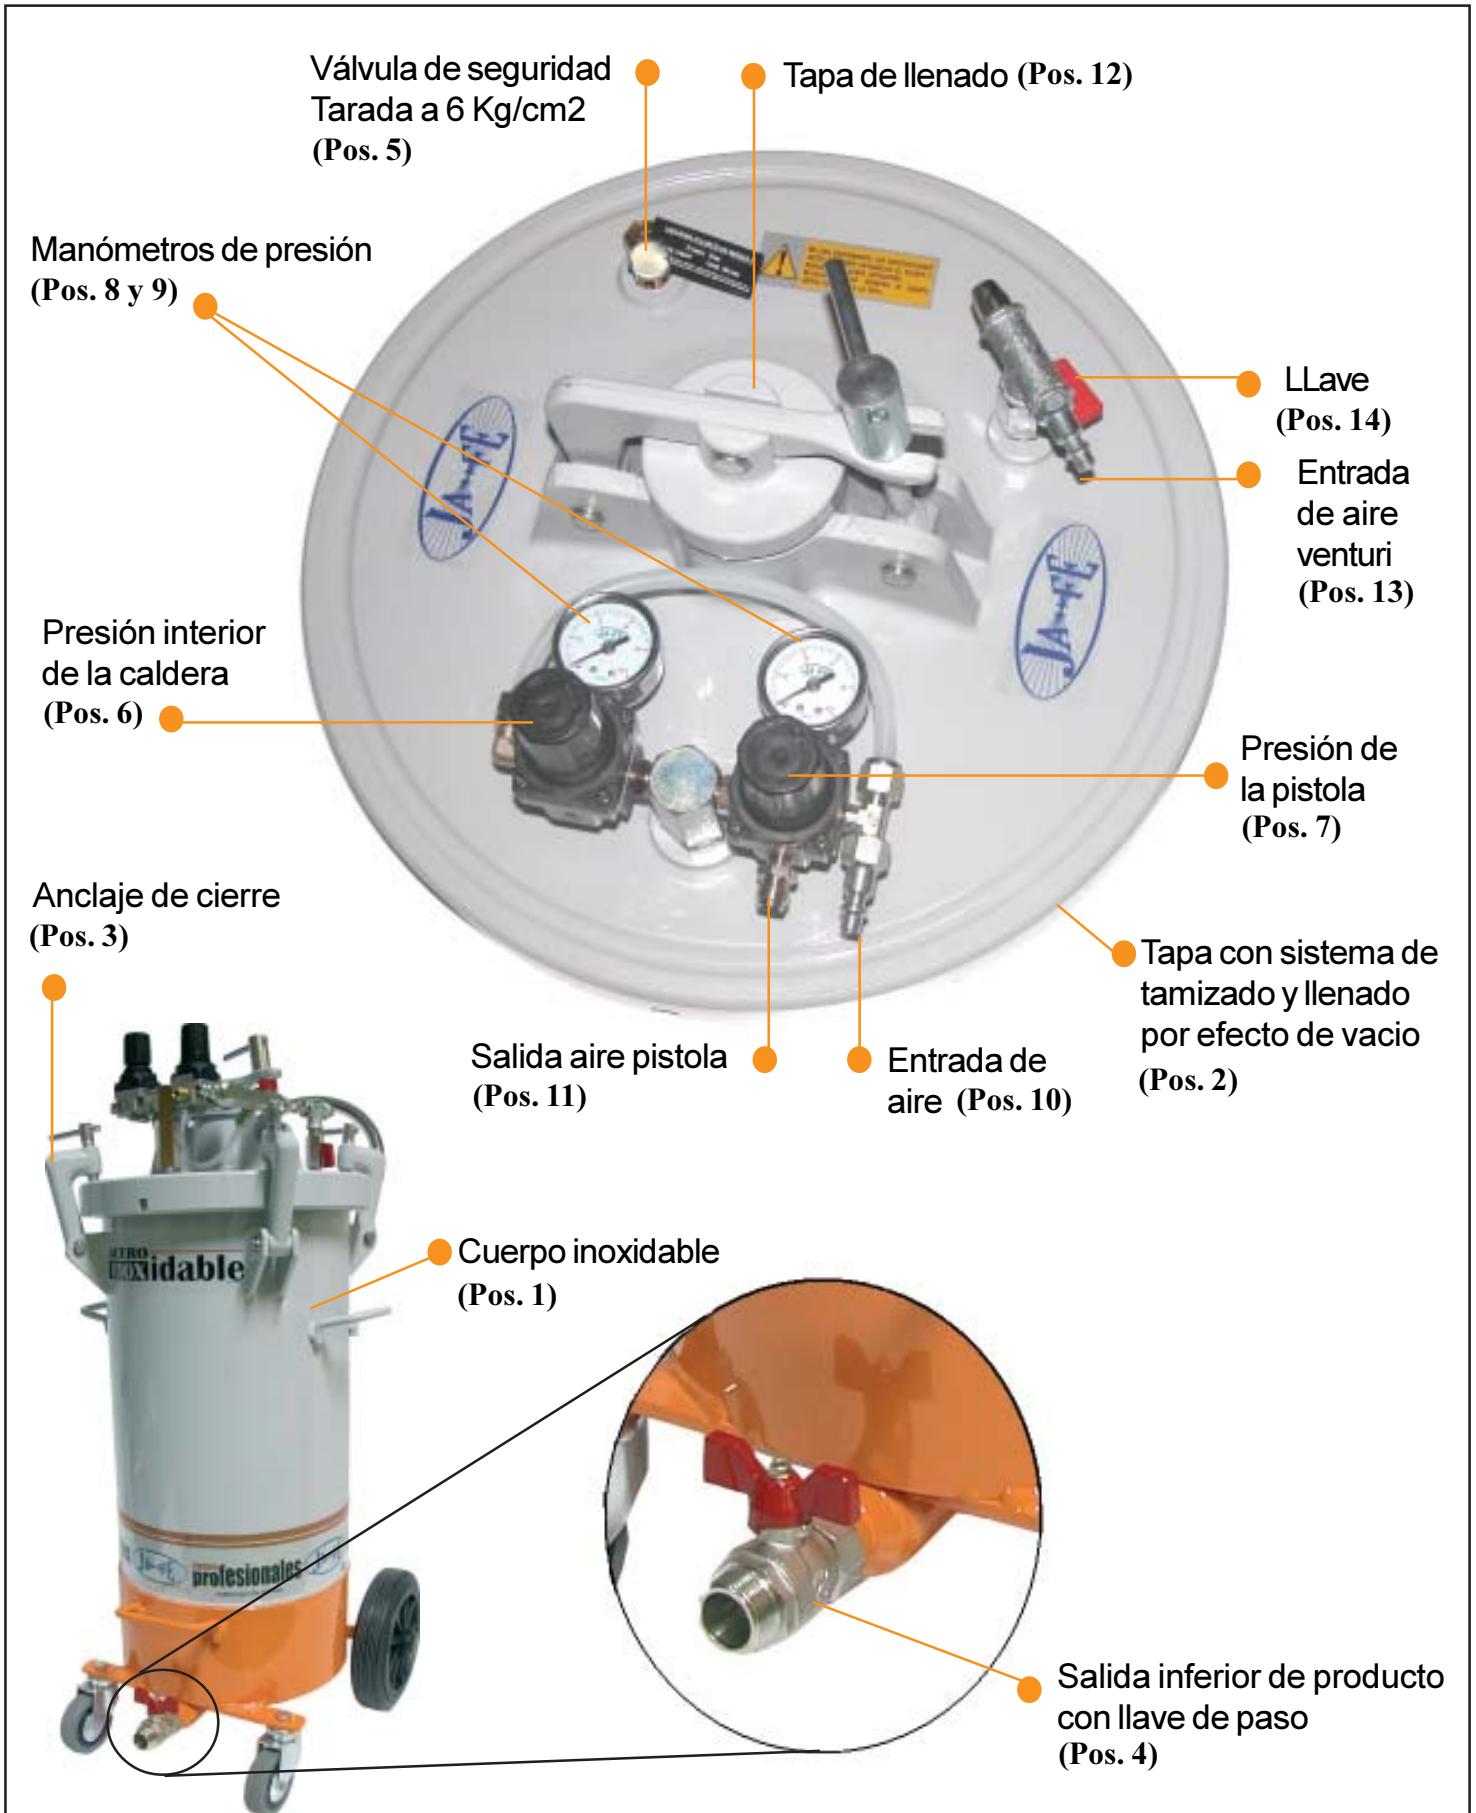

FIGURA-1
La caldera se compone principalmente del cuerpo (pos. 1, Figura 1) y de la tapa (pos. 2).
- 2) Conecte la manguera de producto en la entrada inferior (pos 4, Figura 1).
- 3) Abra la tapa de llenado (pos. 12 Figura 1) y coloque el embudo con su tamiz.
- 4) Para realizar el efecto vació. Conecte la manguera del compresor a la entrada de aire venturi (pos. 13 Figura 1), abra la llave (pos. 14 Figura 1) y póngalo en marcha.
- 6) Al terminar la carga, cierre la llave (pos. 14 Figura 1), desconecte la manguera de la entrada de aire venturi (pos 13, Figura 1) y cierre la tapa de llenado (pos. 12 Figura 1)
- 7) Conecte la manguera del compresor a la entrada de aire (pos. 10 Figura 1).
- 8) Accione los reguladores de presión de aire (pos. 6 y 7 Figura 1) para controlar las presiones de trabajo.